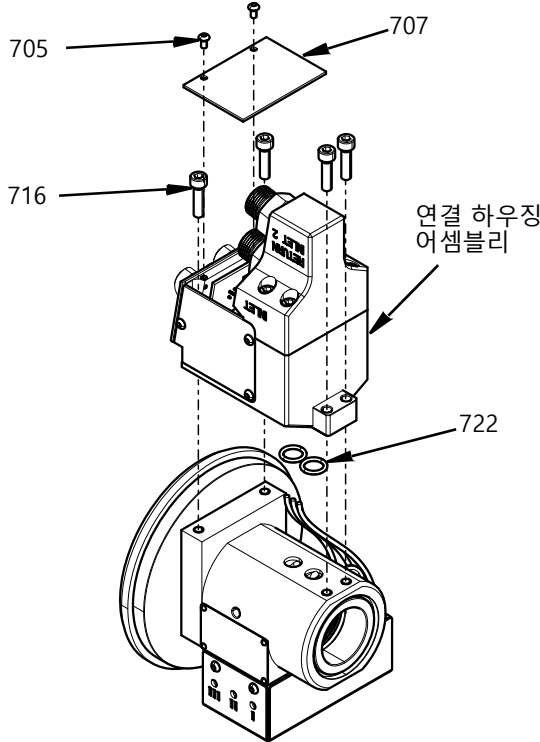

FIG. 24
4. 연결 하우징 어셈블리는 M5 나사(716) 4개를 사용하여 스위블 하우징에 부착됩니다. 57.5 in-lbs (6.5 N•m)의 토크로 조입니다. 커버 플레이트(707)는 M3 나사(705) 2개를 사용하여 부착됩니다. 12 in-lbs (1.35 N•m)의 토크로 조입니다. 사용한 O-링(722)은 재조립하기 전에 새 O-링으로 교체해야 합니다. FIG. 24.